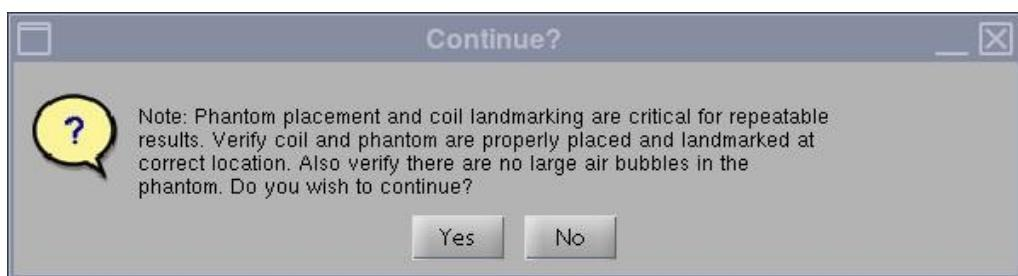

Рисунок 4
3. Після запуску з'явиться повідомлення “Phantom placement and coil landmarking are critical for repeatable results” (Розташування фантома та орієнтація котушки є критично важливими для отримання достовірних результатів). Якщо орієнтування було виконано належним чином і у фантомі відсутні повітряні бульбашки, натисніть **[Yes]** (Так) для продовження. (Рисунок 4).